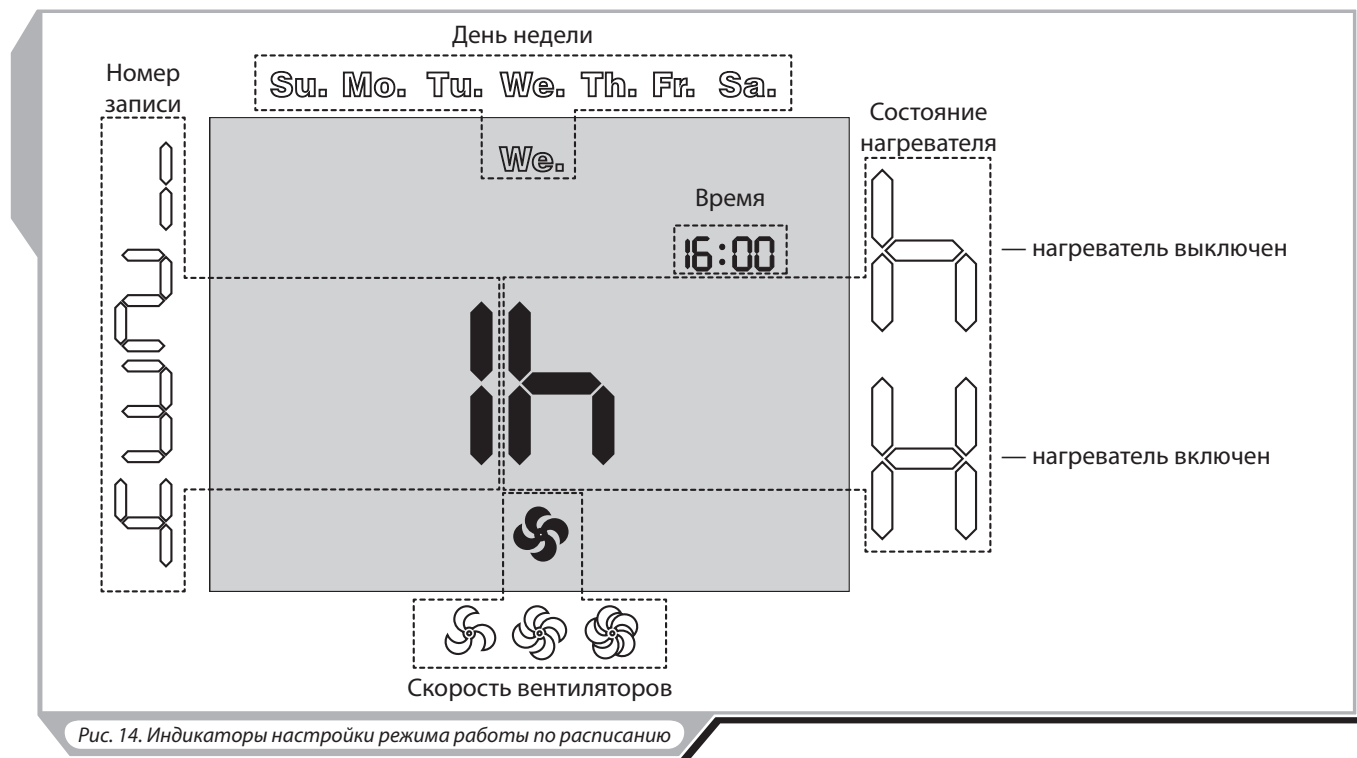

Рис. 14. Индикаторы настройки режима работы по расписанию
- Параметры настройки работы по расписанию (рис. 14):